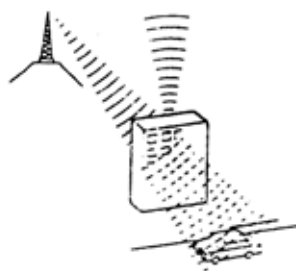

图 9-154
3) 衰减, 如图 9-154 所示。因为频率高于 AM, FM 电波更容易被高大建筑物或高山反射。因为这个原因, FM 信号经常似乎是渐渐地消失, 或当车辆被障碍物阻挡而收不到信号, 这种现象被称为“衰减”。